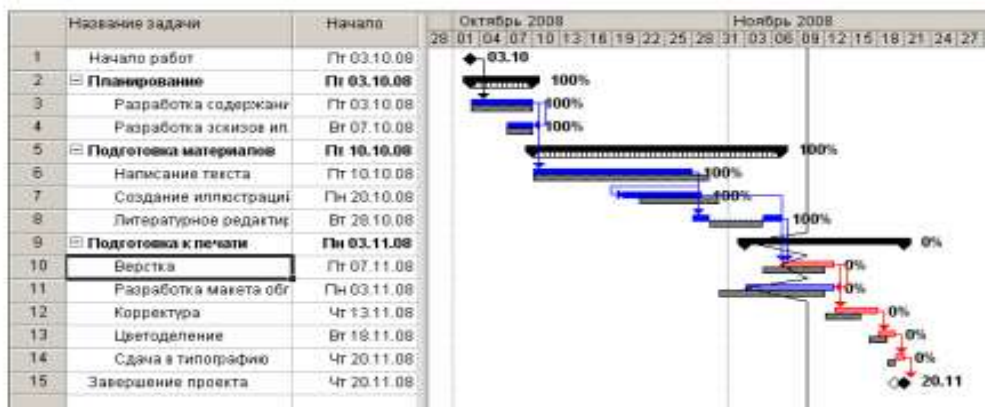

Рис. 59. График выполнения проекта на 9 ноября 2008 года
- Выберите интересующую вас дату, например 9 ноября 2008 года, и щелкните левой кнопкой мыши на диаграмме. В указанной точке отобразится график выполнения проекта (рис. 59).